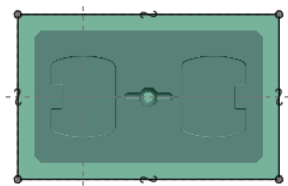

图 10.4.12 截面草图
(3) 绘制截面草图。进入截面草绘环境后, 绘制的截面草图如图 10.4.12 所示。完成特征截面的绘制后, 单击工具栏中的“确定”按钮 , 返回到“铣削窗口”操控板。